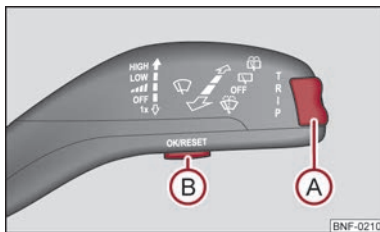

Bild 6 Multifunktionsdisplay: Reglage
Omkoppling mellan minnena sker med knappen  ⇒ bild 6 vindrutetorkarspaken ►
Vippomkopplaren **(A)** och knappen **(B)** finns i vindrutetorkarspaken $\Rightarrow$ bild 6.
- Tryck vippomkopplaren **(A)** $\Rightarrow$ bild 6 uppåt eller nedåt, för att växla till att visa klockan.
Körtiden sedan senaste tömningen av minnet visas i displayen ⇒ sidan 10, Minne. Om man vill räkna körtiden från en bestämd tidpunkt, ska minnet raderas vid denna tidpunkt genom att trycka in knappen **(B) ⇒ bild 6**.
Om man vill veta den genomsnittliga bränsleförbrukningen för en bestämd tidsperiod, måste minnet raderas med knappen **(B) ⇒ bild 6** på vindrutetorkarspaken när mätperioden börjar. Efter raderingen visas streck i displayen under de första 100 m körsträcka.
Tillryggalagd körsträcka sedan senaste tömningen av minnet visas i displayen ⇒ Sidan 10. Om man vill räkna tillryggalagd körsträcka från en bestämd tidpunkt, ska minnet raderas vid denna tidpunkt genom att man trycker in knappen **(B)** på vindrutetorkarspaken ⇒ **bild 6**.
Genomsnittlig hastighet efter senaste tömningen av minnet anges i displayen i km/h ⇒ Sidan 10. Om man vill fastställa den genomsnittliga hastigheten för en bestämd tidsperiod, måste minnet raderas genom att trycka på **(B)** på vindrutetorkarspaken ⇒ **bild 6** när mätperioden börjar.
- Med knappen **(A)** ⇒ bild 6 på vindrutetorkerspaken väljer du menypunkten **Varning vid hastighetsöverträdelse**.